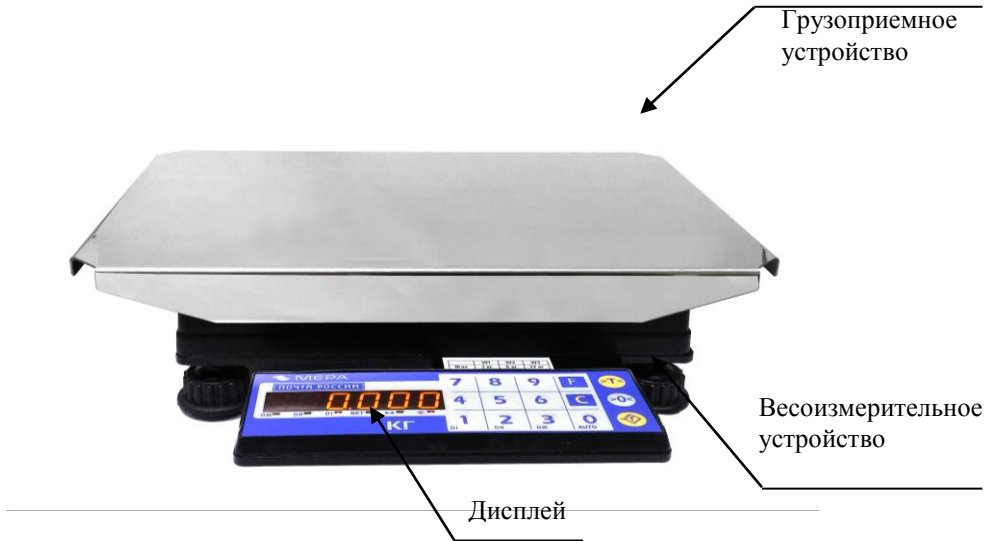

Рисунок 1 – Весы ВП-I. Состав весов
3.1 Конструктивно весы состоят (рисунок 1) из грузоприемного, грузопередающего и весоизмерительного устройств. Весоизмерительное устройство содержит весоизмерительный датчик, устройство обработки результатов измерений датчиком и терминал.